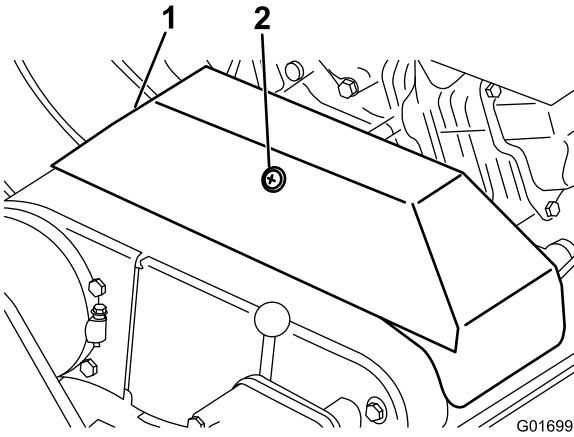

図 39
2. Vベルトカバーを固定しているリテーナをゆるめて、カバーを開ける（図 39）。